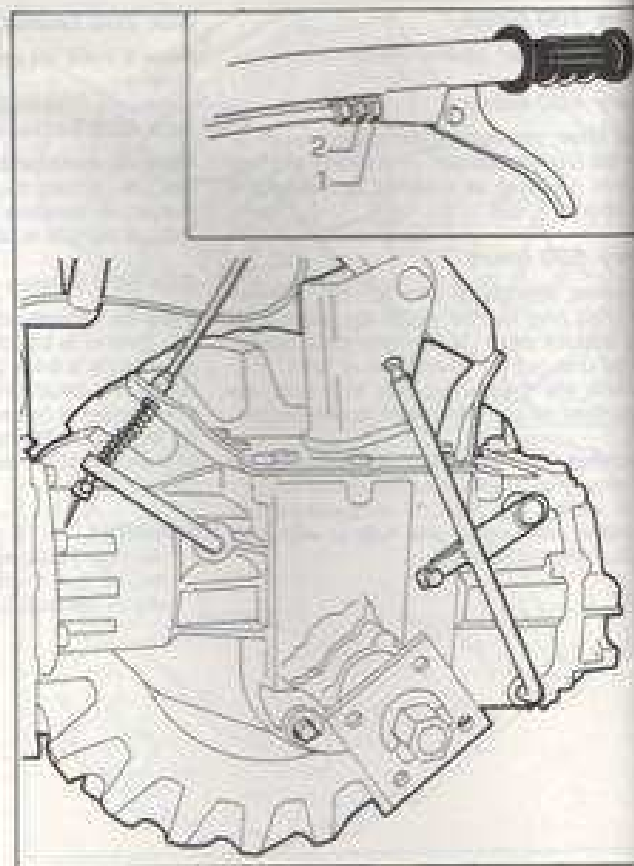

Fig. 16 - Bild 16
2. If the clutch idle travel is insufficient (clutch slippage) or in excess (disengagement is not complete), adjust the control wire (see fig. 16). Screw out jam nut (1) and actuate set screw (2) until a 10 mm idle travel is obtained.
2. Si la course à vide du levier s'avère insuffisante (l'embrayage patine) ou excessive (l'embrayage incomplet) régler le câble de commande (voir fig. 16). Agir sur l'écrou de réglage (2) après avoir relâché le contre-écrou (1), de sorte que la course à vide soit d'environ 10 mm.
2. Sollte der freie Hebelweg ungenügend (Rutschung der Kupplung) oder übermäßig (unvollständige Ausschaltung) ausfallen, das Steuerdrähtseil (siehe Bild 16) durch Wirkung auf die Einstellmutter (2) nach Lösen der Gegenmutter (1) einstellen, dass der freie Hebelweg ca. 10 mm beträgt.
2. Se la corsa a vuoto della leva è insufficiente (slittamento della frizione) o eccessiva (disinnesto incompleto), regolare il cavo di comando (vedere la fig. 16). Agire sul registro di regolazione (2) dopo aver allentato il controdado (1), in modo che la corsa a vuoto della leva sia di 10 mm circa.